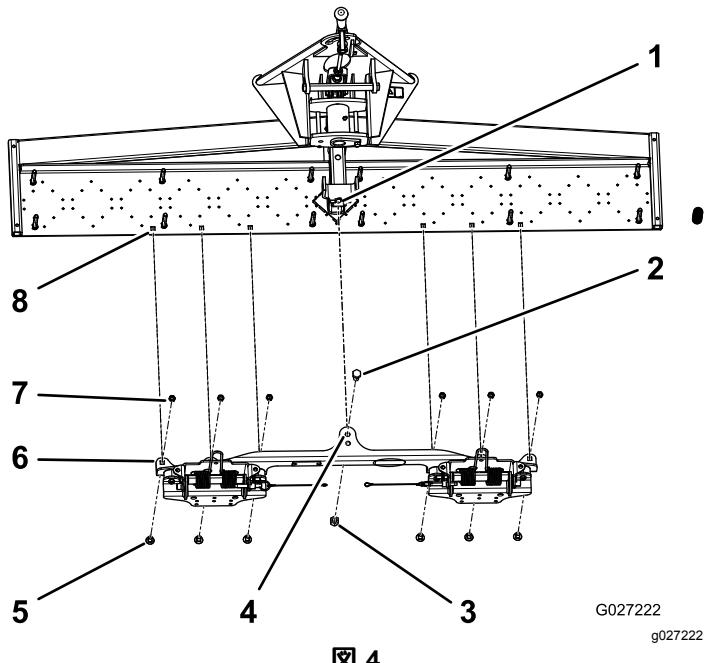
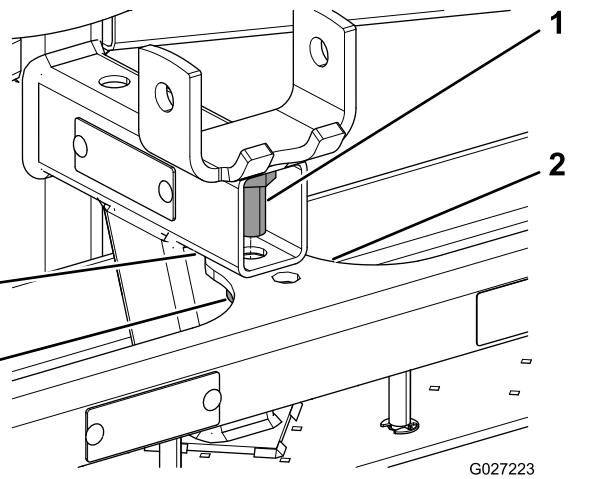
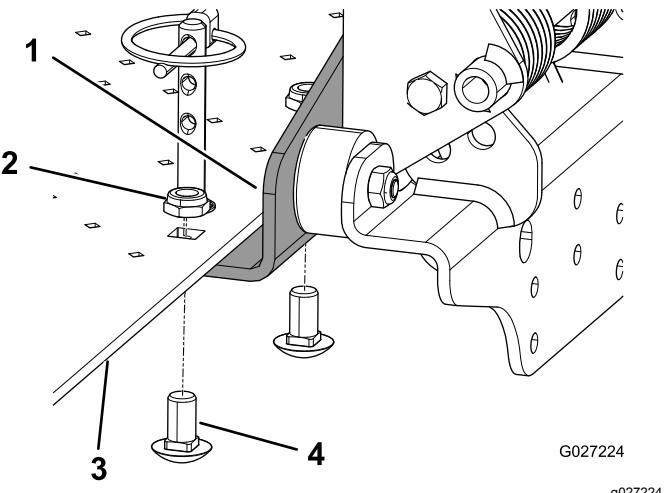
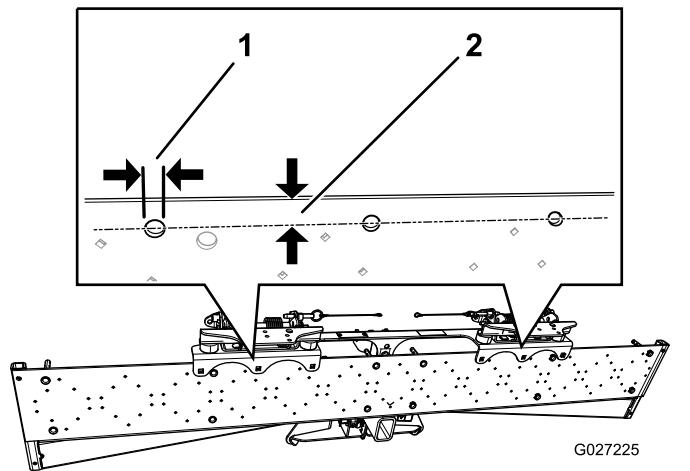

図 4
図 5
図 6
図 7
1. ネイルドラッグ・ブラケットの中央タブの前穴を、ネイルドラッグの四角いチューブの穴に合わせる **図 4** と **図 5**。
2. 両方の穴にボルト1/2 x 1"を通し、このボルトを1/2"固定する **図 5**を参照。
3. ネイルドラッグ・ブラケットのタブにある6個の穴を、ネイルドラッグのボトムプレートの6個の穴に合わせる **図 4** と **図 6**。
注 シリアル番号が 314999999 以下の製品には穴がついていない場合があります。ネイルドラッグのボトムプレートに穴がついていない場合には、所定位置に直径 10 mm の穴をあけてください。最初に中央のボルトとナットを取り付け (**図 5**)、各穴の 中心 がボトムプレートのエッジから 17 mm の位置にくるようにネイルドラッグ・ブラケットの位置を調整する **図 7**。
4. 各穴の下からキャリッジボルト3/8 x 3/4 インチを通し、このボルトをナット3/8"で固定する **図 6**を参照。
5. ステップ 2 で指締めしたボルト・ナットを本締めする図 5。